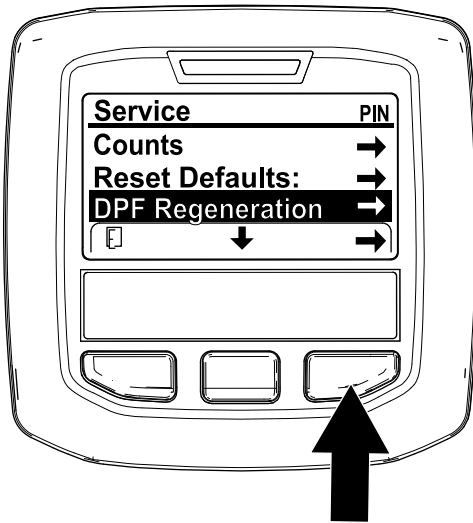

Figura 63
1. Acceda al menú Service (Servicio), pulse el botón central para desplazarse hacia abajo, hasta la opción DPF REGENERATION (Regeneración de DPF) (Figura 63).
2. Pulse el botón derecho para seleccionar la opción DPF Regeneration (Regeneración de DPF) (Figura 63).